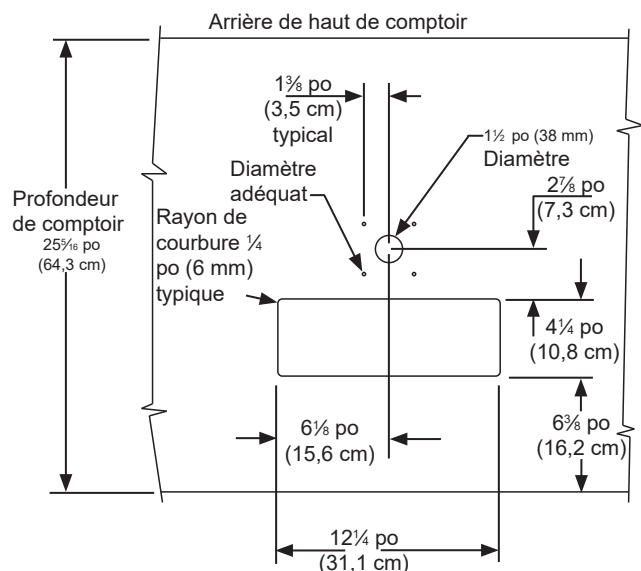

Figure 38
Les dimensions de découpe montrées en Figure 38 sont basées sur un haut de comptoir de profondeur 25⁵/₁₆ po (64,3 cm). Votre comptoir peut avoir une dimension différente et nécessite un autre positionnement d'avant à arrière. Référez-vous aux dimensions de produit en pages 6 pour déterminer les mesures requises.
4. Si vous installez votre réfrigérateur à fûts sous un comptoir, vous devrez percer 5 orifices dans le dessus de comptoir pour y monter la tour. Le premier de ces orifices fait 1 1/2 po de diamètre au centre de l'emplacement de la tour, pour la conduite de bière, à situer à environ 13 1/2 po (34,3 cm) du bord avant du haut de comptoir (sur la base d'une largeur de comptoir standard de 25⁵/₁₆ po). Ensuite vous percez 4 orifices de montage selon les dimensions de la Figure 38. Leur diamètre dépend du matériau du haut de comptoir et de l'éventuelle nécessité de chevilles. Les vis fournies sont dans le paquet de la littérature, ce sont des vis en acier inox type AB de 10 x 1 po. Marquez et réalisez la découpe pour le puisard de drainage. Une fois les orifices percés et le réfrigérateur pour fûts en place sous le dessus de comptoir, passez la conduite de bière au travers du joint de la tour, dans le orifice de 1 1/2 po dans le dessus de comptoir, et le orifice en haut du réfrigérateur pour fûts. Montez la tour sur le dessus de comptoir avec les 4 vis fournies. Placez le puisard de drainage, tiré du paquet de littérature, dans la découpe rectangulaire avec son encoche ronde vers l'arrière contre la tour, et placez la grille dessus.